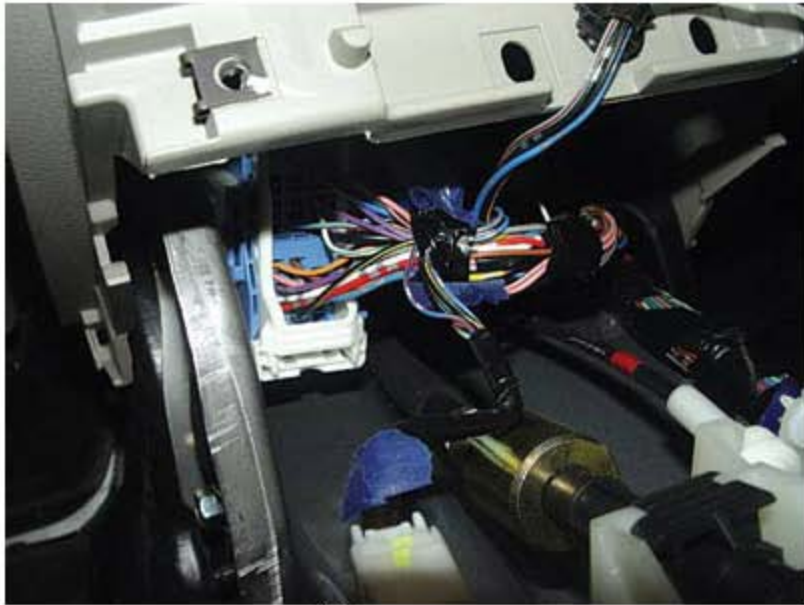

图 3
- 3). 之后，我们开始检测组合仪表内部故障。一般情况下，如果组合仪表内部出现问题是难以测量的。根据对该车相关电路图(图2)的分析，笔者决定以X-10 插头(X-10 插头位置在收音机控制面板后方)分界点，将线路分为仪表内和仪表外两部分。此时可以断开X-10 插头(图3)，如果灯熄灭，说明故障点在仪表外部线路；反之，则说明组合仪表内部存在问题。经检查确定，组合仪表内部电路正常。